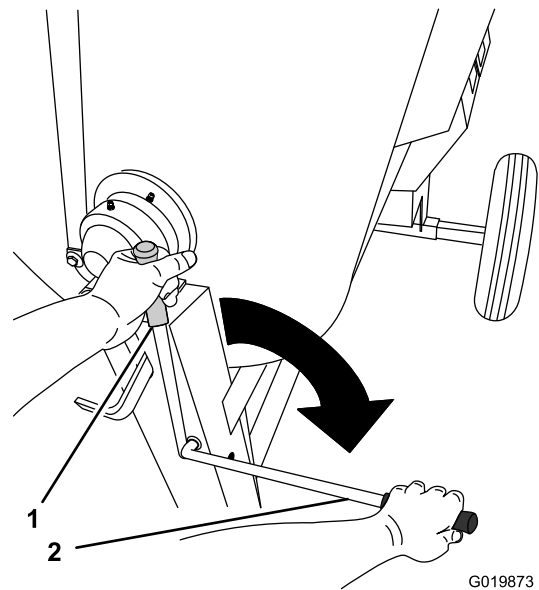

Figure 29
2. Placez le levier de débrayage à la position DÉBRAYÉE (Figure 29).
5. Placez le levier de débrayage à la position EMBRAYÉE (Figure 29).